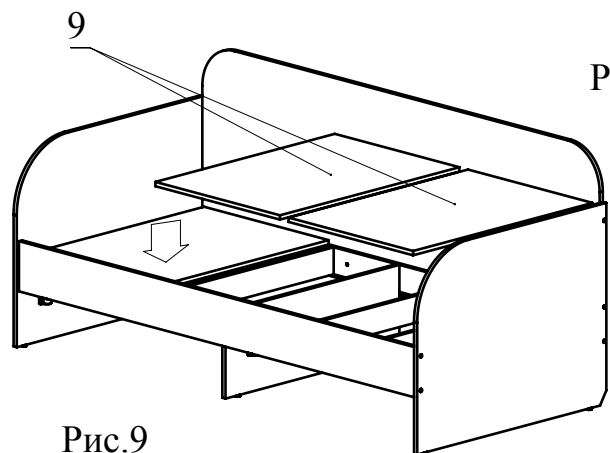

Рис.8
9. Установите ролики ящика для постели на деталях 10 и 11 с помощью винтов М5х8 (Рис. 8).